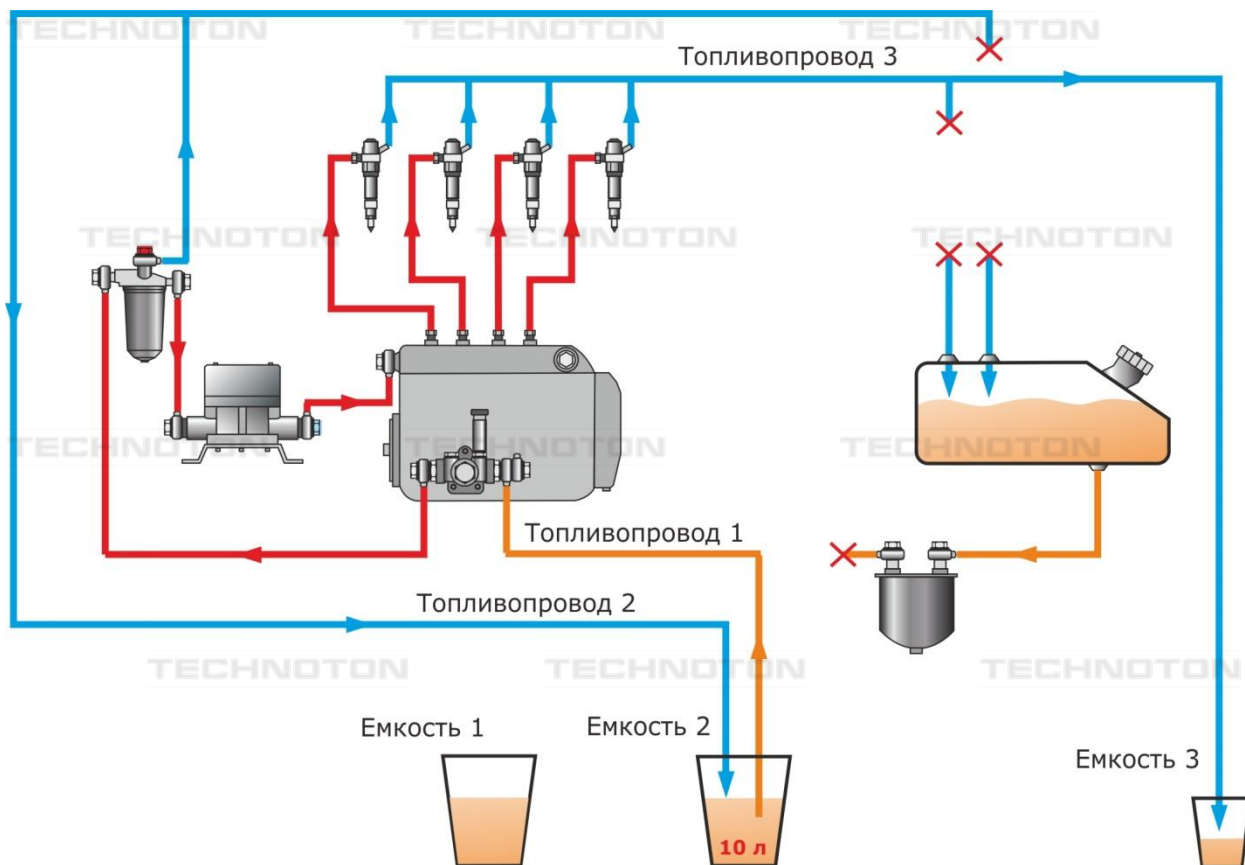

Рисунок 59 — Схема топливной системы при контрольном проливе
- 1) Залить топливо в емкость 1. Объем топлива должен быть достаточным для развоздушивания топливной системы и прогрева двигателя (см. рисунок 59).